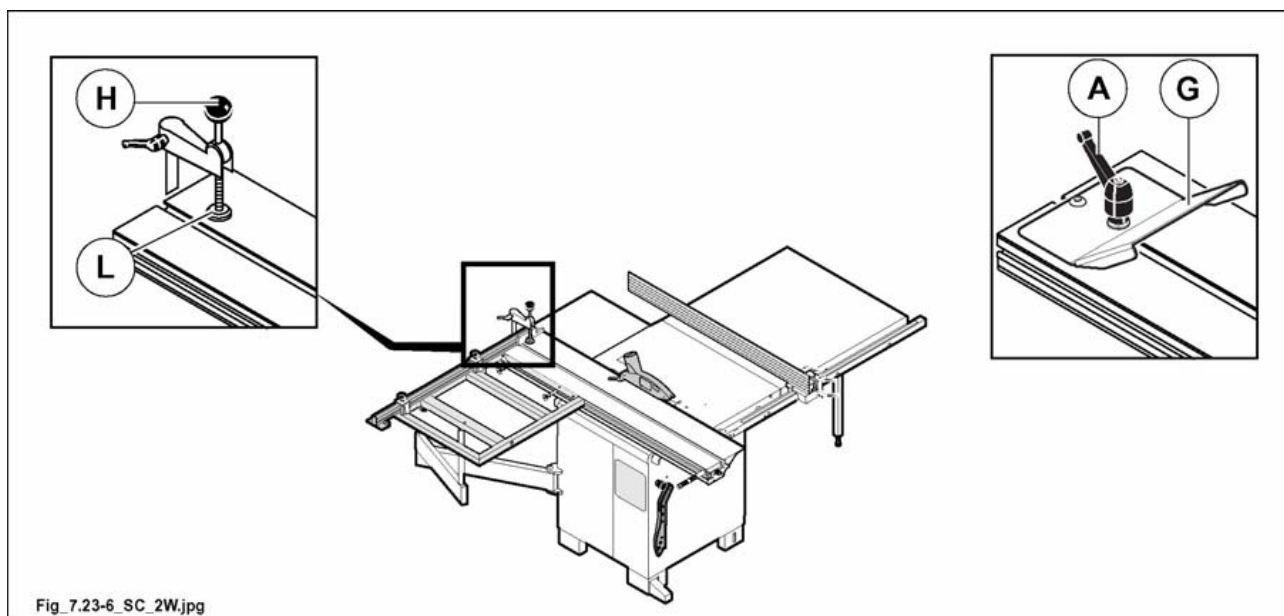

Fig. 7.23-6
- Sänk foten (H fig. 7.23-6) med hjälp av spaken (L fig. 7.23-6) för att blockera det stycke som ska bearbetas.
- För stoppet (G fig. 7.23-6) till önskad position.
- Dra åt handtaget (A fig. 7.23-6) efter justeringen.
anordningens utformning (G fig. 7.23-6) gör det möjligt att göra precisionsstopp även på stycken med ojämn stoppyta.